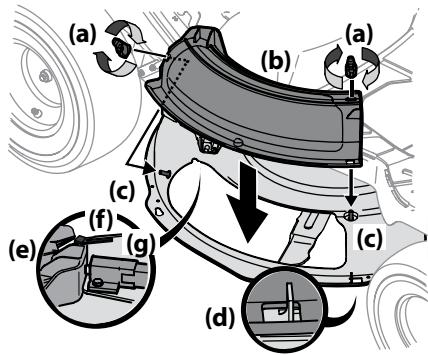

Figura 2-9
1. Extraiga las perillas de aleta (a) que instaló en la plataforma de corte y consérvelas para colocarlas posteriormente. Consulte la Figura 2-9.
2. Coloque el adaptador para abono (b) en la abertura de descarga de la plataforma. La parte trasera del adaptador para abono de la plataforma (b) debe estar debajo de la lengüeta (f) del soporte trasero de la plataforma (g). Los pernos prisioneros (c) de la superficie de la plataforma calzarán a través de los orificios de la parte superior del adaptador para abono (b). La pequeña lengüeta (d) del borde de la plataforma calzará a través del recorte cuadrado de la parte inferior del adaptador para abono (b). Consulte la Figura 2-9.